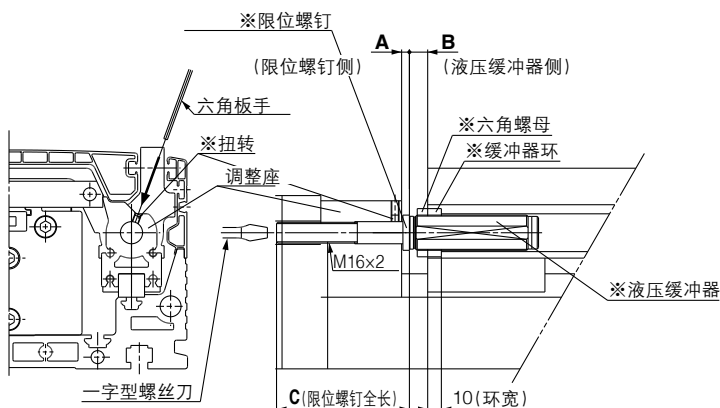

图1.行程调整部详细图
- ①限位螺钉的调整范围A如图1所示，从上面插入六角扳手，让内六角紧定螺钉旋松一圈左右后，用一字螺丝刀调整限位螺钉。
●行程调整单元构成为图1中※部。